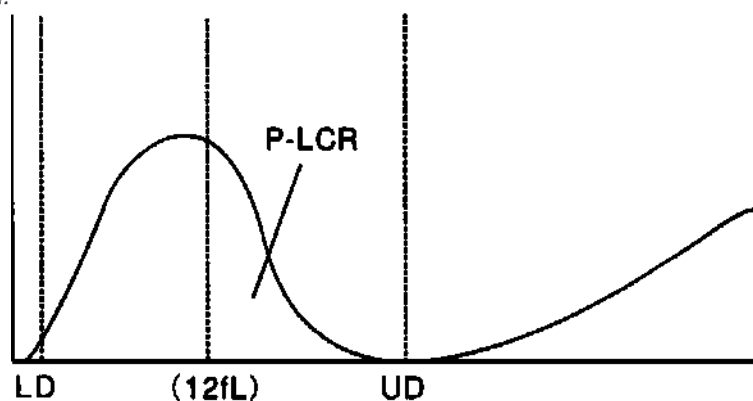

Рисунок 2-3 P-LCR
- P-LCR показывает относительное количество больших тромбоцитов ($\geq 12 \text{ fL}$). Оно выводится из гистограммы PLT. Смотри рисунок 2-3. LD и UD это линии ограничивающие 2~6 fL и 12~30 fL. Эти две линии определяются анализатором автоматически. P-LCR это отношение клеток между линией 12 fL и UD к клеткам между LD и UD.